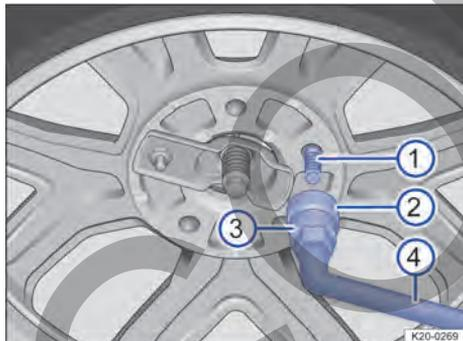

Fig. 207 Colocar la protección antirrobo.
6. Asegúrese de que el perno → fig. 207 ① se introduzca a través de uno de los orificios para los tornillos de rueda.
1. Enrosque la tuerca de seguridad → fig. 207 ② en el perno roscado → fig. 207 ① con la mano en el sentido de las agujas del reloj con ayuda del adaptador para la protección antirrobo → fig. 207 ③ de las herramientas de a bordo.
2. Encaje el adaptador para la protección antirrobo ③ y la llave de rueda ④ en la tuerca de seguridad.
3. Apriete la tuerca con la llave de rueda ④.